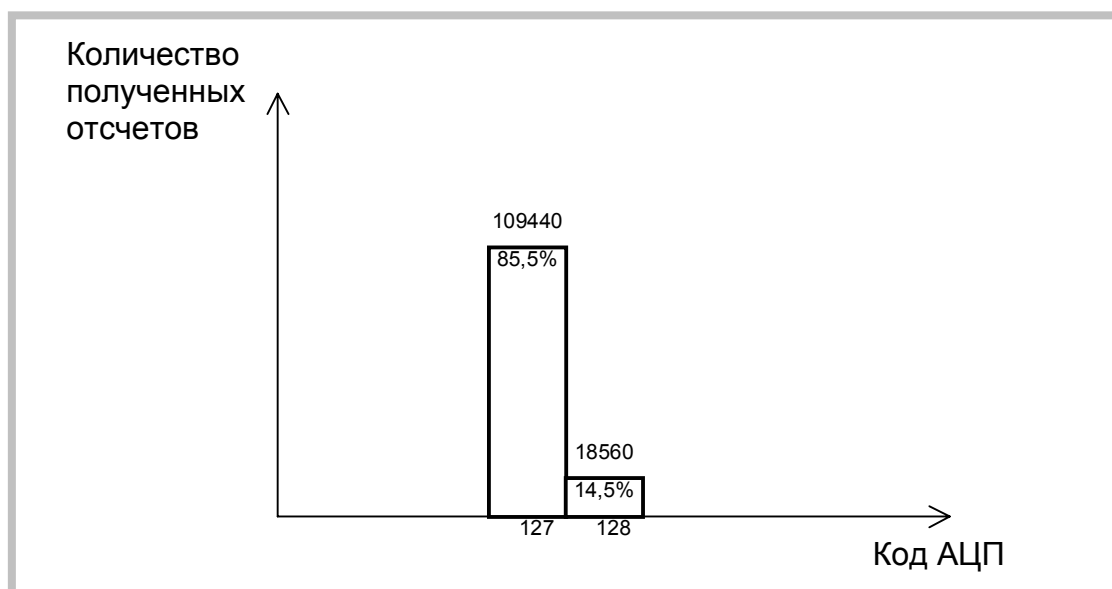

Рисунок 21. Статистика результатов данных 8
- 8) Диапазон входного сигнала АЦП платы ЛА-н10М6 $\pm 5\text{В}$. Частота запуска АЦП - 50МГц. Число собранных отсчетов 128000 (Рисунок 21).